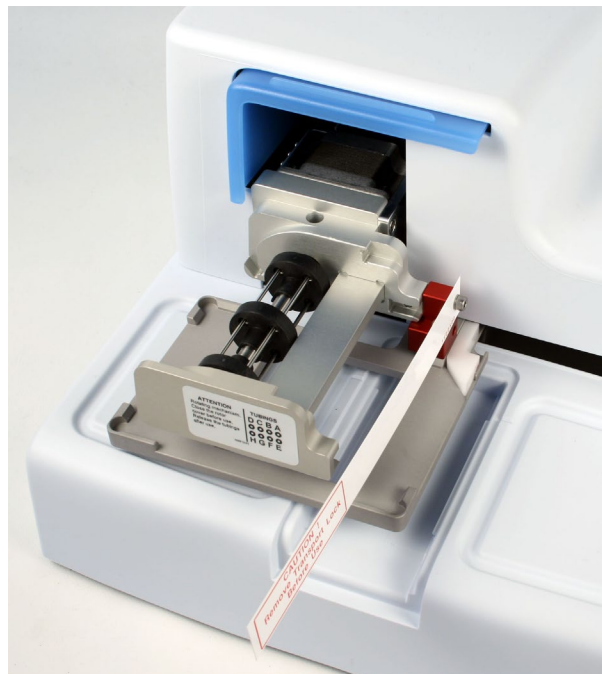

Figure 3–5. Verrou de transport et étiquette de verrou de transport présents
1. Desserrez les deux vis marquées 1 et 2 du verrou de transport avec le tournevis hex fourni (Figure 3–6) de sorte à desserrer le mécanisme de rail.